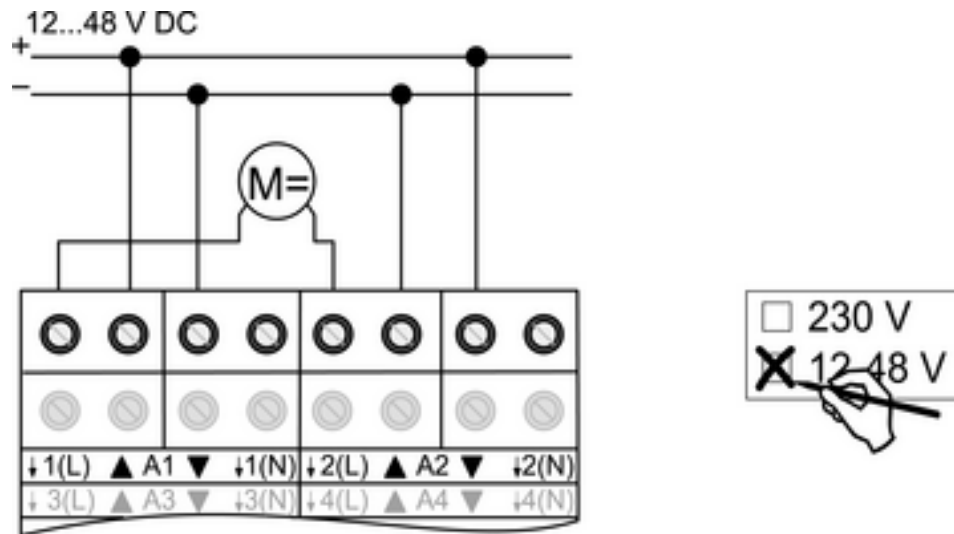

Bild 8
- Motoren anschließen (Bild 8).
- Verwendung **12-48 V** auf Etikett kennzeichnen (Bild 8).